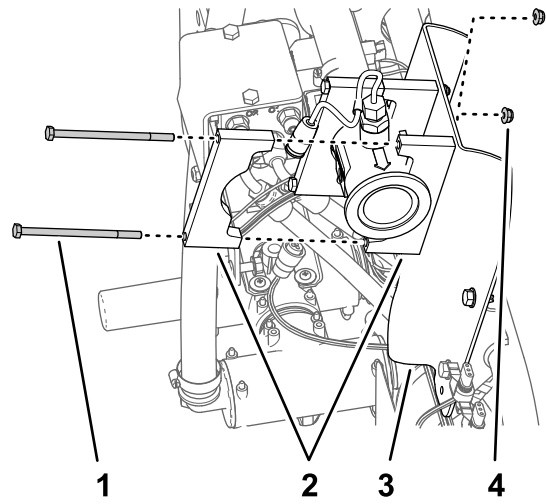

Bild 73
3. Fluchten Sie zwei Stützklemmenhälften zwischen dem Durchflussmessgerät und der Halterung für das Durchflussmessgerät aus und fluchten Sie die Löcher in den Klemmenhälften mit den Löchern in der Halterung aus (Bild 73).
4. Fluchten Sie eine Stützklemmenhälfte an der Rückseite des Durchflussmessgeräts mit einer der Klemmenhälften aus, die Sie in Schritt 3 montiert haben (Bild 73).
5. Befestigen Sie das Paar der Klemmenhälften mit zwei Schrauben (1/4" x 4-1/2") und zwei Sicherungsmuttern (1/4") an der Halterung für das Durchflussmessgerät (Bild 73).